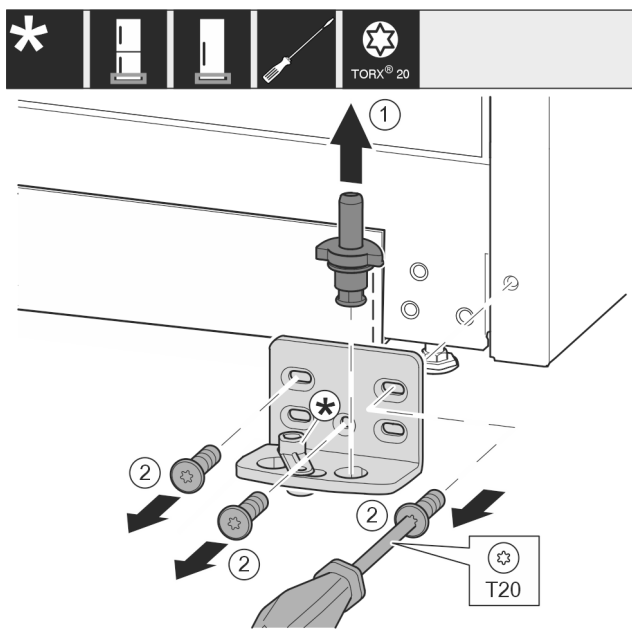

Fig. 18
- Izvucite svornjak ležaja Fig. 18 (1) potpuno prema gore.
- Odvijačem odvrnite vijke Fig. 18 (2) i skinite podložak ležaja.